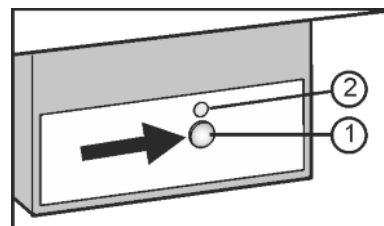

Fig. 22
- ▶ Paspauskite mygtuką „On/Off“ Fig. 22 (1), kad įsižiebtų atitinkamas šviesos diodas Fig. 22 (2).